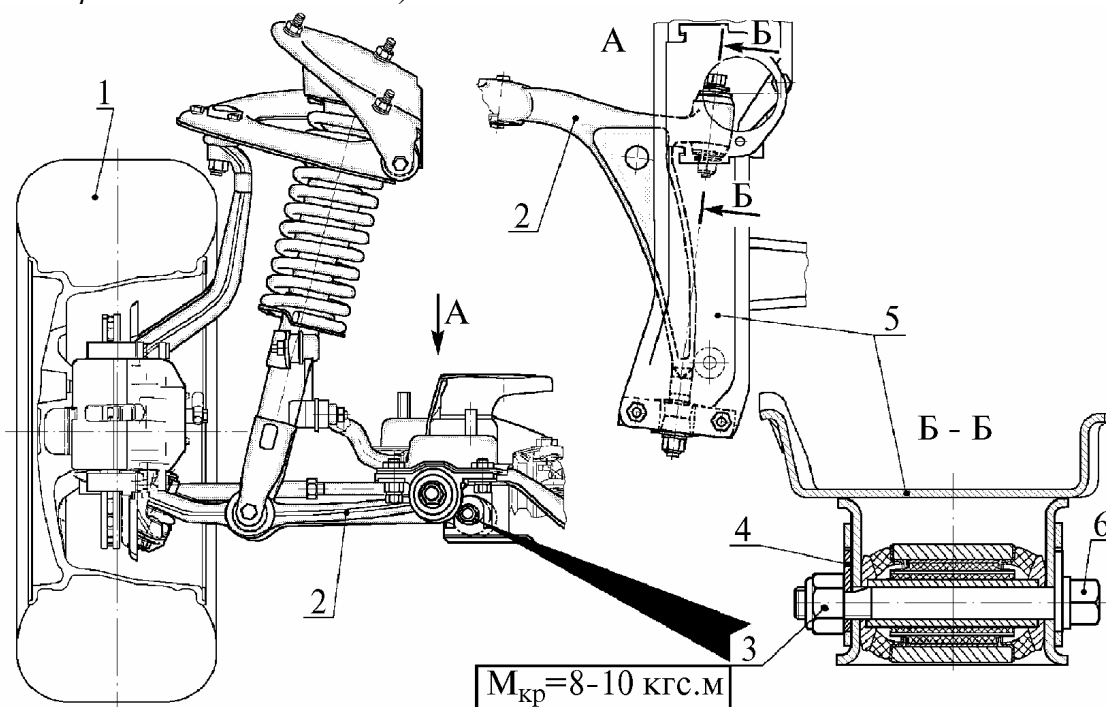

Рис. 9. Регулировка угла развала:
#### 4.3. Произвести регулировку углов развала и продольного наклона оси поворота левого переднего колеса 1 (рис. 9)
4.7. Произвести окончательную затяжку двух гаек 3 (см. рис. 9) крепления сайлентблоков левого и правого нижних рычагов к кронштейнам подрамника на автомобиле, стоящем на колесах в снаряженном состоянии и с нагрузкой - два человека на передних сиденьях, один на заднем и грузом массой 48 - 52 кг в багажнике